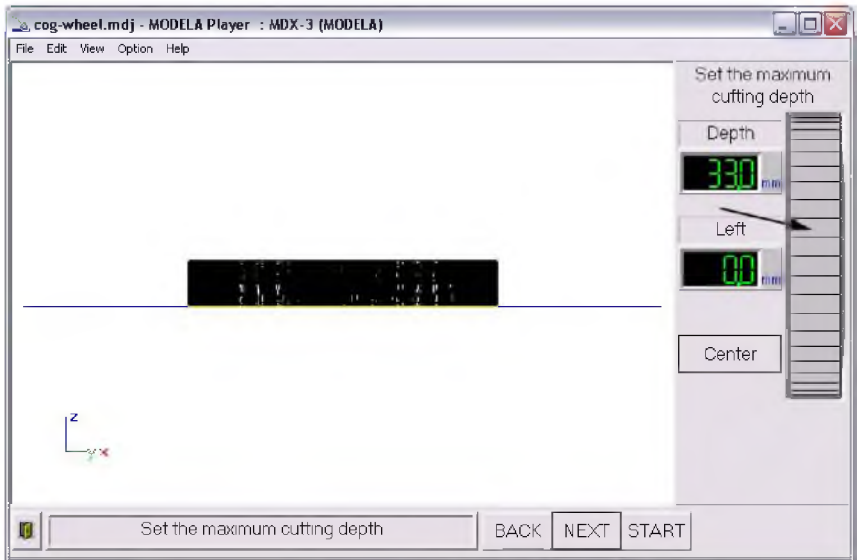

Рис. 6. Окно установки глубины обработки
13. Если Вашу деталь можно изготовить за один переход, то установите с помощью вращения бегунка, показанного на рис. 6 стрелкой (нажав и не отпуская ЛКМ, перемещайте мышку), значение параметра Left, равное 0.